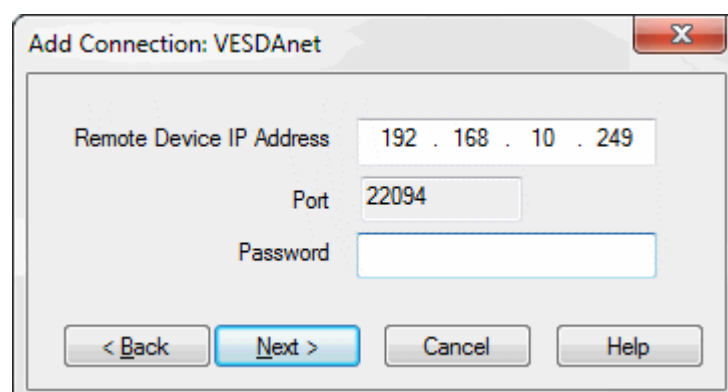

Рис. 5-6: Ввод IP-адреса
- Укажите IP-адрес извещателя. Введите пароль для входа в систему через Ethernet и Wi Fi. Нажмите кнопку **Next** (Далее) (Рис. 5-6).